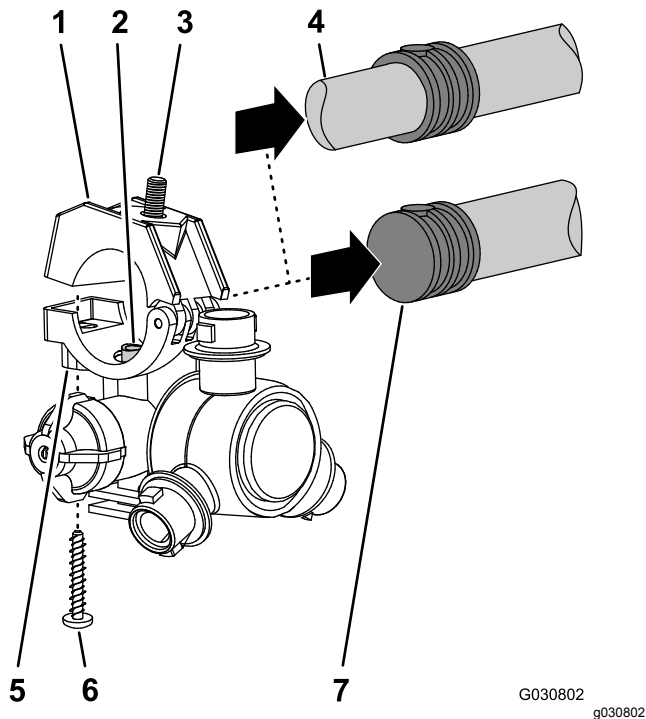

Figura 98
- Trabajando con las 8 boquillas de fumigación que retiró en el paso 1, retire los tornillos de acero inoxidable (Nº 12 x 1-1/4") que sujetan las mitades superiores de las abrazaderas y los conectores de manguera de dentado simple o doble (3/4") al cuerpo de cada boquilla de fumigación, y retire los conectores de manguera dentado (Figura 98).